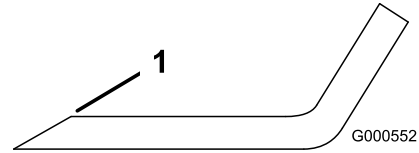

Figure 73
1. Au moyen d'une lime, aigüisez les tranchants aux deux extrémités de la lame (Figure 73).
Remarque: Si la lame est déséquilibrée, limez un peu l'extrémité de l'ailette seulement (Figure 73).